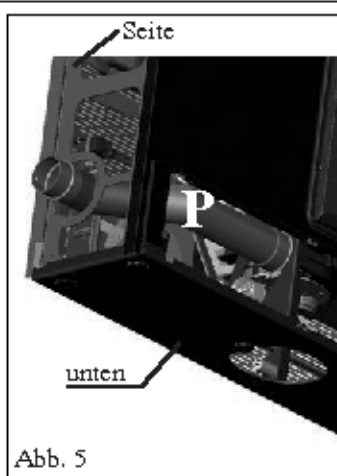

Abb. 5
- Den Oberteil (E) mit Pelletsladeklappe und Luftgitter abnehmen.
- Die beiden gerändelten Schrauben (V) an der Rückseite des wassergeführten Heizofens lockern und die beiden Metall-Seitenwände (M) abziehen.
- Den Befestigungsmetallbügel (D) des horizontalen unteren Elements aus Keramik (D - siehe Seite 129 Abb. 5) abnehmen.